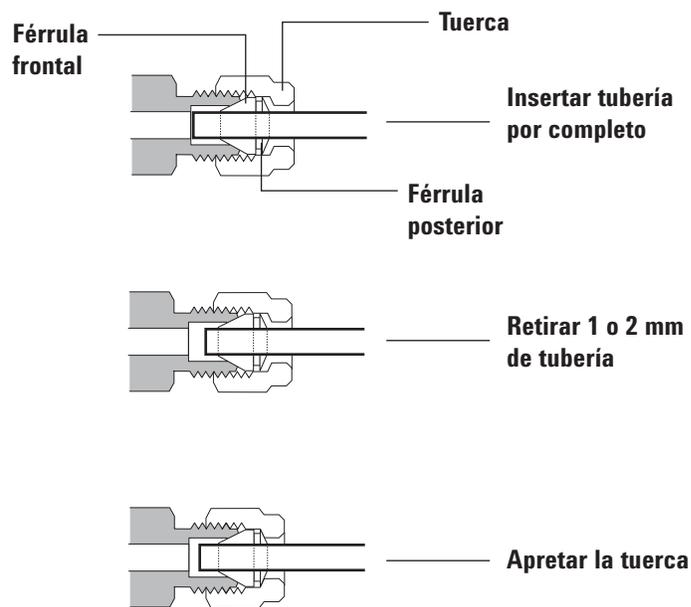

Figura 15. Inserción de la tubería
- 4 Empuje el tubo completamente hacia el interior del tapón y después retírelo aproximadamente de 1 a 2 mm. Consulte la **Figura 15**.